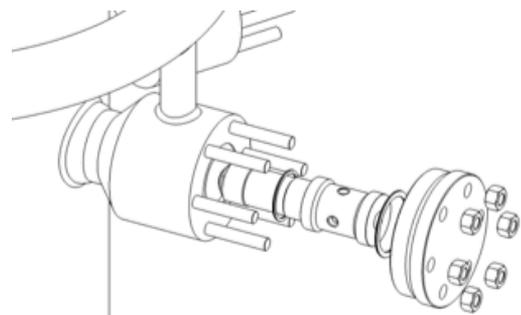

Figura 9 - Carcasa de la boquilla
1. Retire las tuercas de la brida de la boquilla de la carcasa de la boquilla (Figura 9).
10. Apriete las tuercas hasta los valores indicados en el plano del conjunto de válvula y a la secuencia de apriete requerida que se muestra en la Figura 9 en al menos 6 pasos de par iguales (10 %, 20 %, 40 %, 60 %, 80 % y 100 % del valor indicado) a menos que se especifique lo contrario